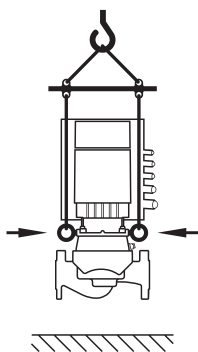

Fig. 8: Transport av pumpen
- Pumpen ska transporteras med tillåtna lyftanordningar (t.ex. lyftblock, kran osv.). De ska fästas på transportöglorna som finns på motorflänsen (fig. 8, visas här: lyftriktning med vertikal motoraxel).